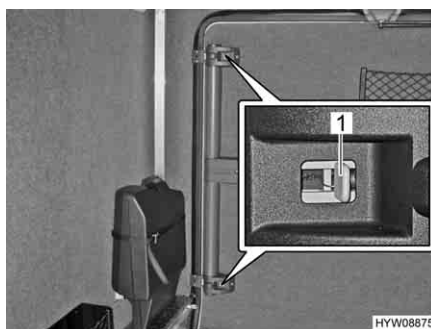

Fig. 51 Porta del garage, sbloccaggio di emergenza dall'interno
- Spingere i cursori grigi (Fig. 51,1) presenti sulla chiusura superiore e inferiore verso il centro della porta.